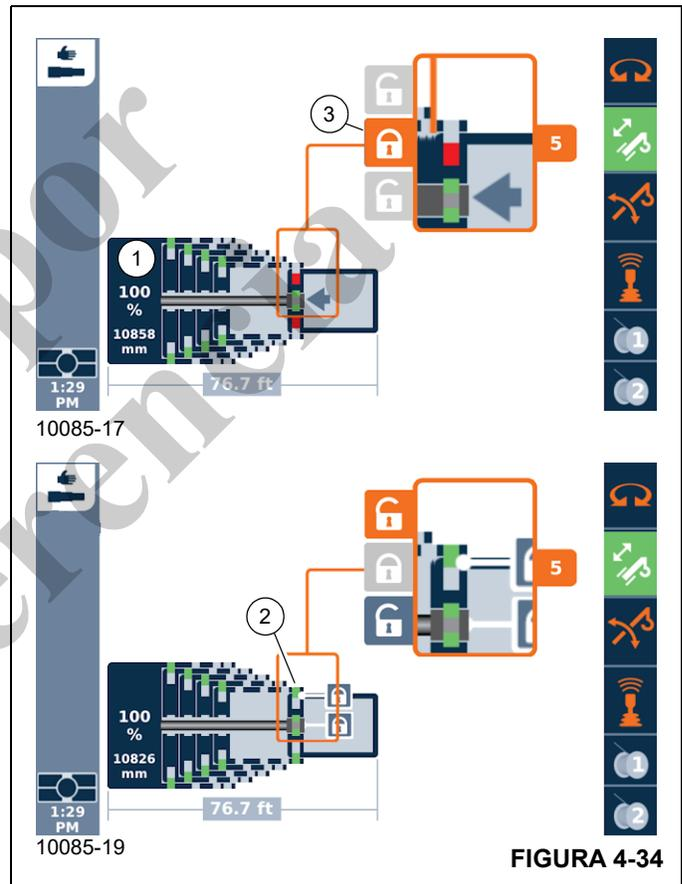

FIGURA 4-34
1. Telescopice hasta la longitud fija deseada, por ejemplo, sección telescópica (1, Figura 4-34) 1 a 100 %.